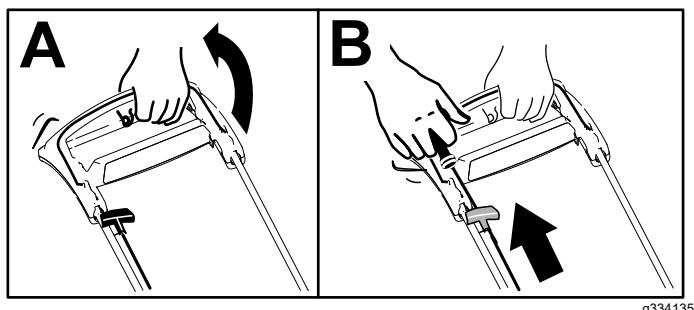

Bild 13
1. Drücken Sie den Schaltbügel gegen den Holm (A in Bild 13).
2. Ziehen Sie leicht am Rücklaufstartergriff, bis Sie einen Widerstand spüren. Ziehen Sie ihn dann kräftig durch und lassen ihn langsam in die Seilführung am Holm zurückgehen (Bin in Bild 13).